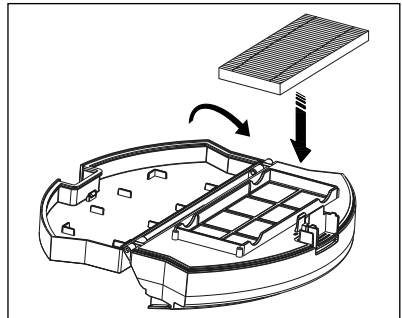

Fig. 13
8) Inserire nuovamente il filtro EPA **7** nello scomparto e chiudere il contenitore della polvere **16** (vedere fig. 13).